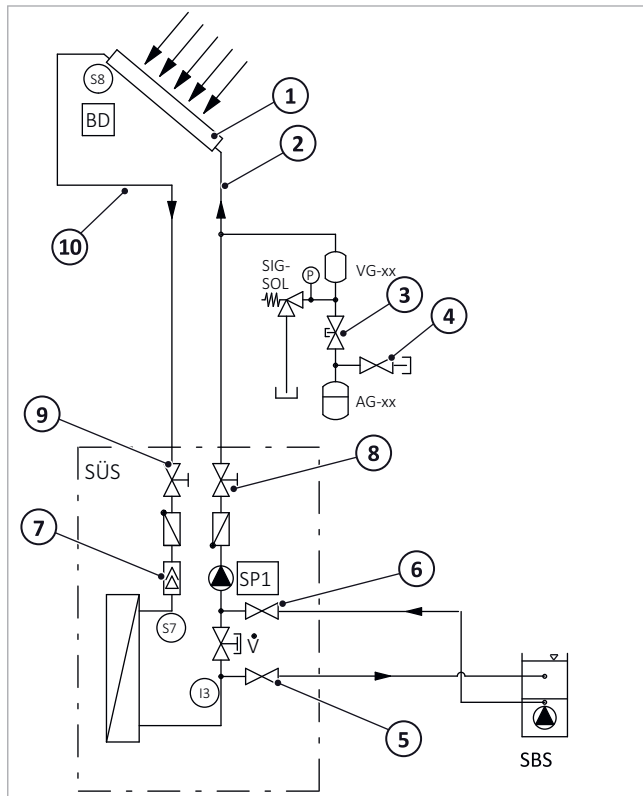

Fig. 21 : échangeur de chaleur solaire : rinçage du circuit de la pompe
- Après un nouveau remplissage du circuit solaire, du gaz se dégagera lors du fonctionnement et sera aspiré par le ventilateur aspirant de la station → Fig. 21, p. 18 (7). Ces dégagements de gaz diminueront après une certaine durée de fonctionnement. Au cours des premiers jours suivant la mise en service, purger le ventilateur aspirant et contrôler la pression de l'installation quotidiennement, puis espacer en fonction de la quantité d'air dégagée.
6. Purger le ventilateur aspirant → Fig. 21, P. 18 (7) de la station à l'aide de la purge manuelle.
1. Fermez la soupape de décharge (7, cf. → fig. 21, p. 18) du vase d'expansion solaire (marquage horizontal).